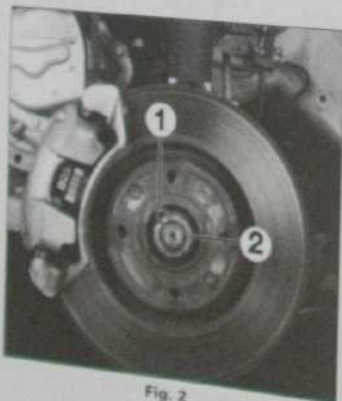

Fig. 2
- la goupille (1) (Fig. 2),
- la cage-frein (2),